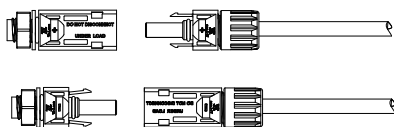
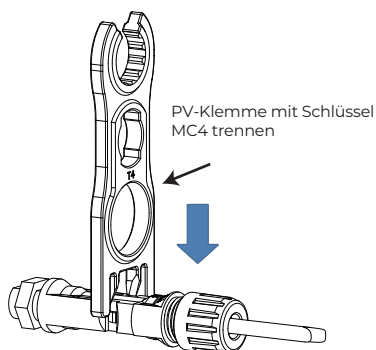

Abbildung 3-5-6
Abbildung 3-5-7
Nach der Überprüfung kann der PV-Eingang des Wechselrichters sinngemäß zusammengesetzt werden (siehe Abbildung 3-5-6). Falls die positiven und negativen PV-Anschlüsse des Wechselrichters getrennt werden müssen, führen Sie das Spezialwerkzeug in den Bajonettverschluss ein (siehe Abb. 3-5-7), drücken es kräftig nach unten und ziehen den Stecker behutsam ab.
**Step 7 :** Tighten the nut outside the PG waterproof joint clockwise(Figure 3-5-7).